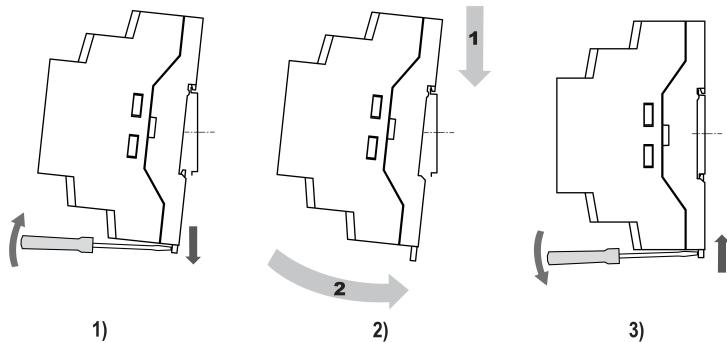

Рисунок 4.10 – Монтаж прибора с креплением на DIN-рейку
2. Вставив отвертку в проушину, оттянуть защелку рисунок 4.10, 1)
3. Установить прибор на DIN-рейку в соответствии с направлением стрелки 1 рисунок 4.10, 2);
4. Прижать прибор к DIN-рейке в направлении, показанном стрелкой 2 (см. рисунок 4.10, 2).
Зафиксировать защелку (см. рисунок 4.10, 3).